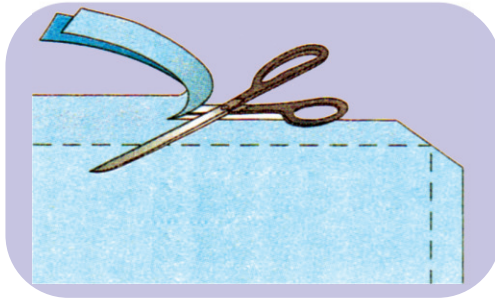

Рис. 9. Срезание припусков шва
1. Срезать припуск шва до ширины 3–5 мм. Срезать наискосок припуски шва на внешних уголках (рис. 9).